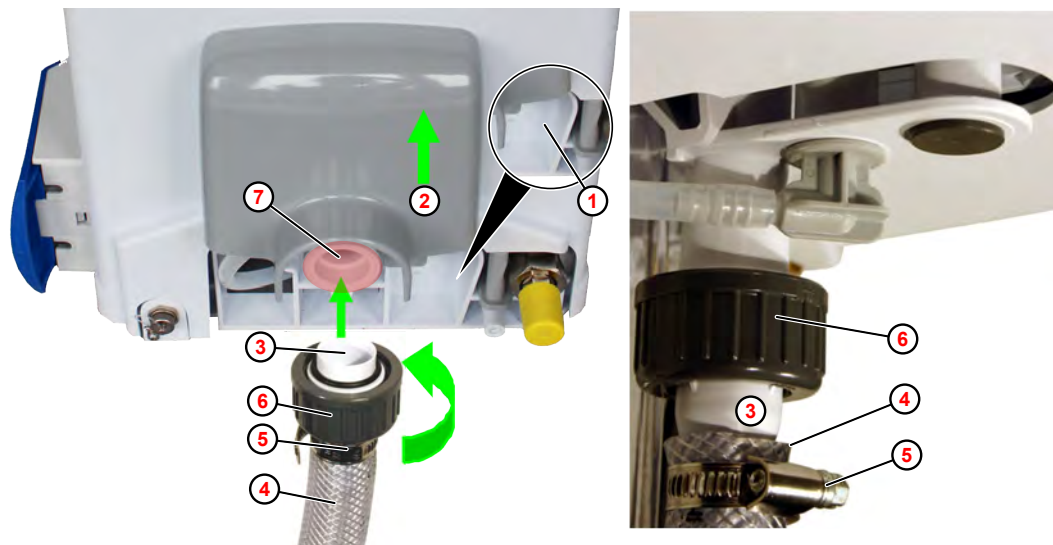

Fig. 5: Linea di alimentazione prodotto alla lavastoviglie (LS)
- 6.** ➤ Tenere premuta la linguetta di sblocco del blocco tramoggia (Fig. 5 , ①).
- 7.** ➤ Spingere il blocco tramoggia ② verso l'alto ed estrarlo.
- 8.** ➤ Fare scorrere il dado per raccordi ⑥ nel nipplo di collegamento ③ .
- 9.** ➤ Fare scorrere la fascetta stringitubo ⑤ nella linea di alimentazione prodotto ④ .
- 10.** ➤ Fare scorrere la linea di alimentazione prodotto ④ sul nipplo di collegamento ③ .
- 11.** ➤ Serrare la fascetta stringitubo ⑤ .
12. ► Collegare la linea di alimentazione prodotto ④ all'uscita tramoggia ⑦ e serrare in modo stretto il dado per raccordi in senso orario.
13. ► Collegare la linea di alimentazione prodotto ④ all'attacco serbatoio.